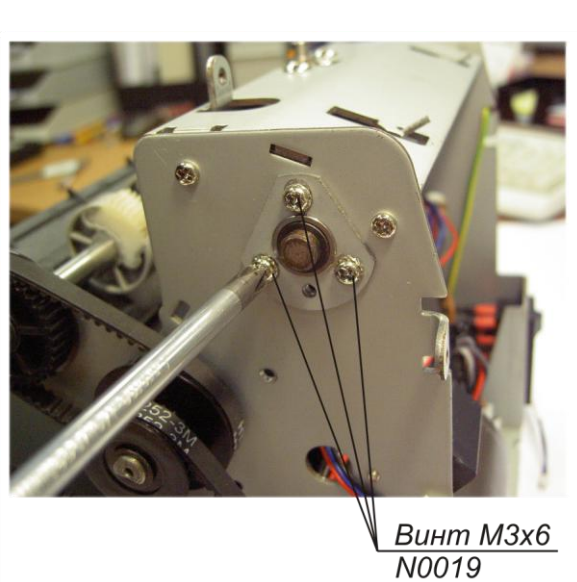

Рис. 11
- ослабьте винты крепления регулятора перекося (на 1-2 оборота) таким образом, чтобы балку сепаратора можно перемещать вручную, но регулятор перекося не перемещался под собственным весом (Рис. 11, 12).